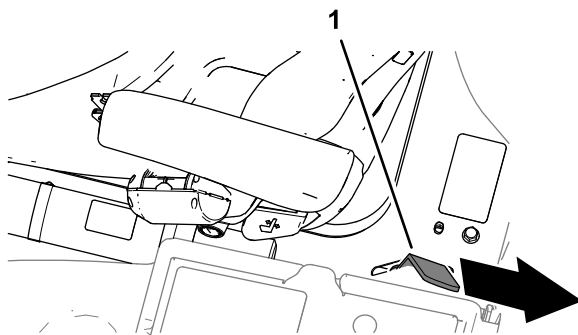

Figura 14
3. Abbassate completamente la piattaforma e spostate la maniglia di fermo verso la parte posteriore della macchina fino a quando il fermo non si innesta completamente sulla barra di bloccaggio (Figura 14).